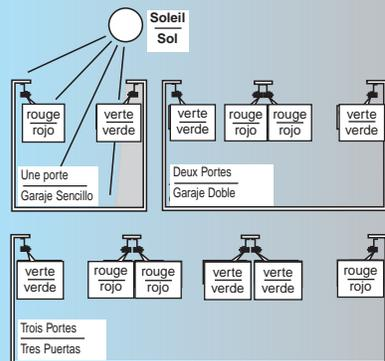

Fig. 3-4
- Determine cuál lado del garaje recibe más luz solar directa **Fig. 3-4**, y ponga el DIODO LUMINISCENTE rojo aquí, siempre que sea posible **Fig. 3-4**.
- Es crítico impedir las señales sor y la fuente en puertas adyacentes que miren en direcciones opuestas **Fig.3-4**.
- Déterminer quel côté du garage reçoit le plus de lumière directe **Fig. 3-4** et placer la diode rouge ici si possible **Fig. 3-4**.
- Installer les modules de la source et du détecteur sur les portes adjacentes en les dirigeant à l'opposé **Fig. 3-4**.